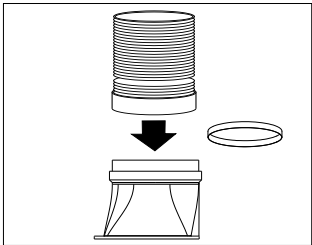

图6(单位:mm)
- 3) 检查完后,将烟管接头套上喉箍,并对准出风口接上,然后使用螺丝刀拧紧喉箍;再在接口处缠上铝箔胶带密封(图6、7)。